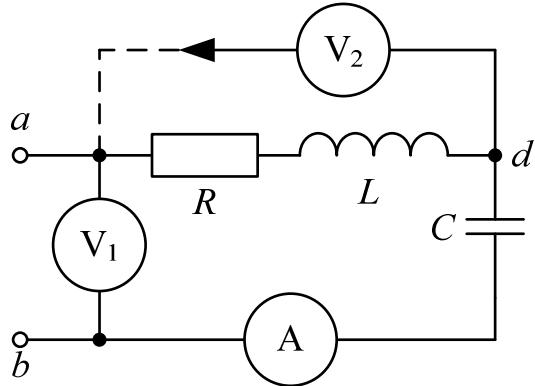

Рис. 6.1.
Простейший вариант такого резонанса получается при последовательном соединении катушки индуктивности с параметрами  $R$ ,  $L$  и конденсатора с емкостью  $C$  (рис. 6.1).
Схема, показанная на рис. 6.1, питается от источника синусоидального напряжения с регулируемой частотой  $f=\frac{\omega}{2\pi}$ . При изменении частоты следует поддерживать установленное действующее значение напряжения источника  $U$ .
2. Изменением каких параметров цепи или источника питания в схеме, изображенной на рис. 6.1, можно добиться резонанса? Записать его условие для этой схемы.
3. Как по известным параметрам цепи рис. 6.1 вычислить резонансную частоту  $f_{РЕЗ}$ ?
6. Построить качественные векторные диаграммы для схемы рис. 6.1 при трех значениях частоты:  $f = f_{\text{РЕЗ}}$ ,  $f < f_{\text{РЕЗ}}$ ,  $f > f_{\text{РЕЗ}}$ .
2. Собрать цепь по схеме, показанной на рис. 6.1, и снять показания приборов при пяти различных значениях частоты:  $f = f_{\text{РЕЗ}}$ , два значения  $f < f_{\text{РЕЗ}}$ , и два значения  $f > f_{\text{РЕЗ}}$ . Записать их в табл. 6.3. Следует убедиться, что при  $f = f_{\text{РЕЗ}}$  амперметр показывает наибольшее значение тока в цепи. При этом напряжения  $U_K$  и  $U_C$  следует измерять вольтметром  $V_2$ , переключая в каждом из опытов провод вольтметра из точки  $a$  в точку  $b$  и обратно. В процессе измерений подобрать такие частоты, при которых  $U_K$  и  $U_C$  достигают максимальных значений.